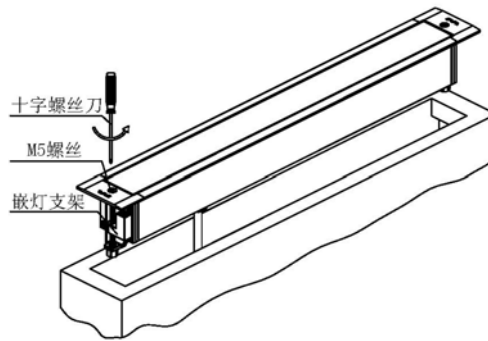
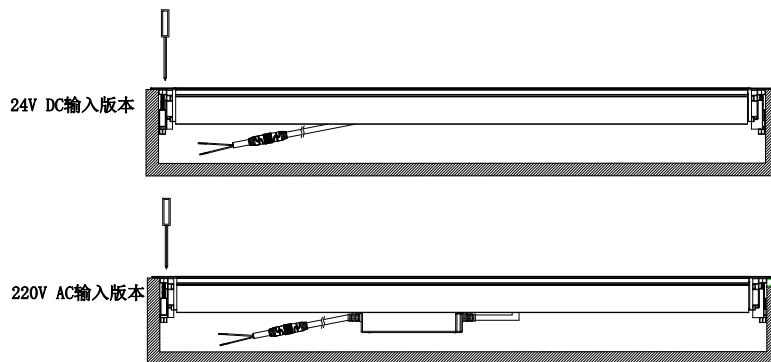

图3
图4
3. 使用十字螺丝刀旋转M5螺丝，将嵌灯支架旋转到最底端（螺母端）保证有一定的锁紧力，将灯具电源线接入已铺好的线路上（可按实际需要增加防水盒）（图3）。然后小心将灯具装入已开好的孔内，紧接着使用十字螺丝刀旋紧M5螺丝并锁紧，此时线条灯支架会往上移动并夹紧安装槽（图4）。同样，锁紧另一端螺丝即可。接通电源，灯具即可正常使用。